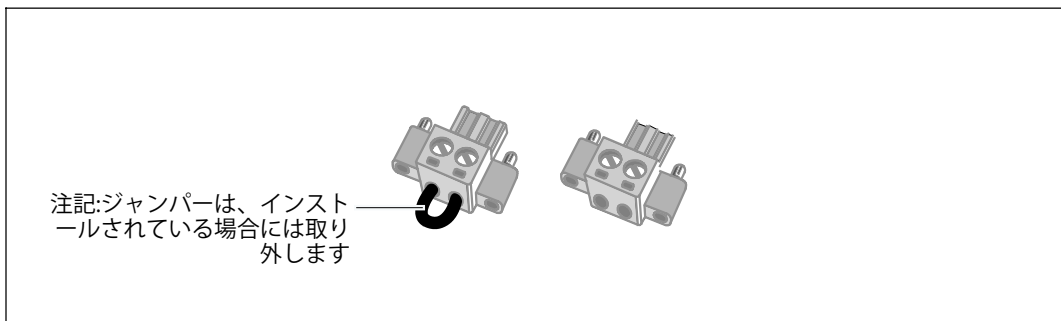

図 18. REPOコネクタ
-  **注記：** REPOコネクタに取り付けられているジャンパーがないことをご確認ください。ジャンパーが取り付けられている場合は、REPOポートに接続する前に取り外してください。図 18を参照してください。